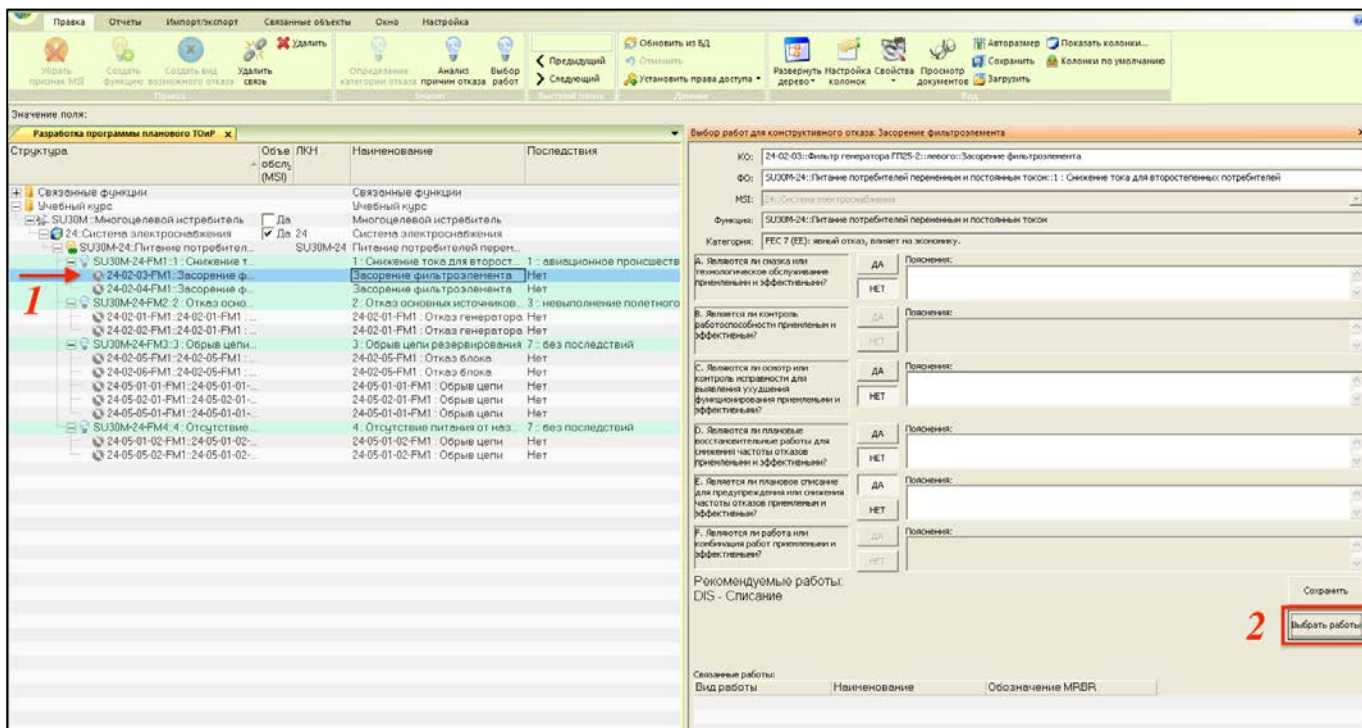

Рис. 11-27 – Открытие диалогового окна для выбора работ
- 1) В окне «Разработка программы планового ТОиР» (RCM) выбрать КО (1 на рис. 11-27).
- 3) Нажать кнопку «Выбрать работы» в нижней части окна «Вид работ» (2).